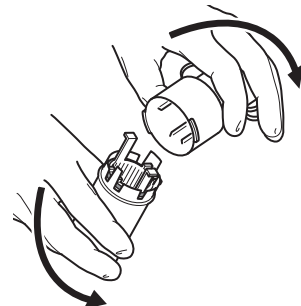

図9 マニホールドの蓋の取外し
1. 手術手技の終了後はマニホールドの蓋を外してください (図9)。